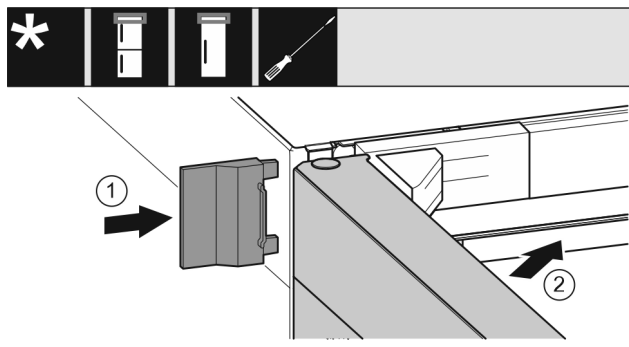

Fig. 24
- ▶ Potisnite zunanji pokrov gor. Fig. 24 (1)
- ▶ Zaprite zgornja vrata. Fig. 24 (2)